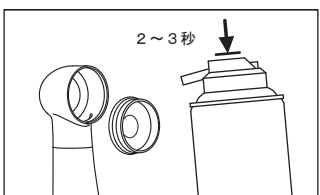

図 35
- 4 ヘッド内部にパナスプレープラスを2～3秒スプレーします。ヘッドキャップ内部にも軽くスプレーします（図 35）。